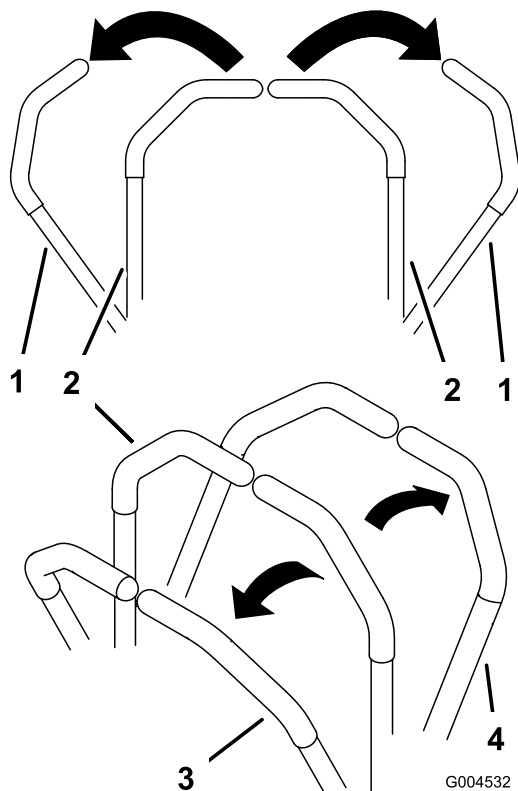

Figura 16
3. Per fare marcia avanti spingete lentamente in avanti le leve di controllo del movimento (Figura 16).
Per spostarvi in linea retta applicate una pressione identica su entrambe le leve di controllo del movimento (Figura 16).
Per girare, spostate la leva di controllo del movimento verso il folle, nella direzione in cui volete voltare (Figura 16).
2. Per fare marcia indietro tirate lentamente indietro le leve di controllo del movimento (Figura 16).
Per girare, rilasciate la pressione sulla leva di controllo del movimento verso la direzione in cui volete voltare (Figura 16).